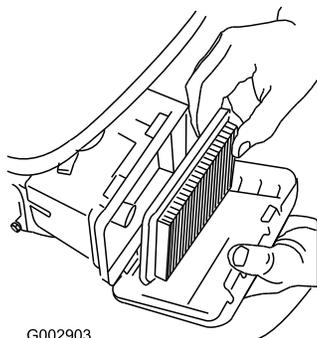

Figura 21
3. Retire el filtro de aire (Figura 21).